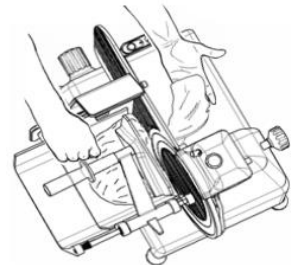

Abb. 24
5. Schalten Sie das Gerät ein, indem Sie die weiße Einschalttaste „**ON**“ (I) des Geräteschalters (13) drücken. Die Ein/Aus-Kontrollleuchte (12) leuchtet auf.
6. Bewegen Sie den Schlitten (8) (Schneidguthalter + Schneidguthalter + Griff) langsam, durch leichtes Andrücken des Produktes zum Messer (1). Das Schneidgut geht in das Messer, die geschnittene Scheibe gleitet über die Aufschnittführung, bevor sie auf die Schnittgutablage (15) hinter der Schnittstärkeneinstellplatte (16) fällt (Abb. 24).
7. Schalten Sie nach Beendigung des Schneidvorgangs die Aufschnittmaschine mit der schwarzen Stopp-Taste „**OFF**“ (O) des Geräteschalters (13) aus und stellen Sie den Schnittstärkenregler auf die „**0**“ Position.